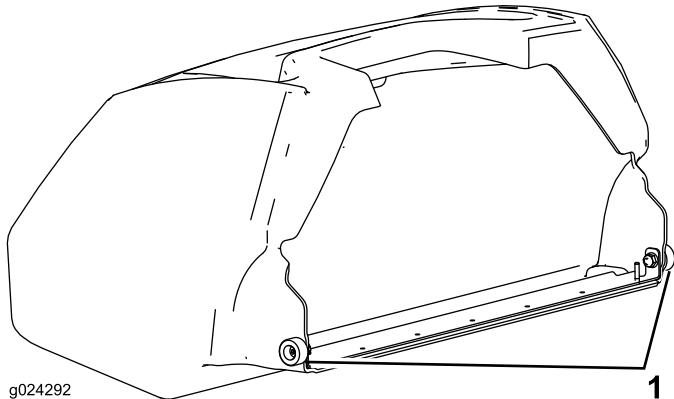

**Figure 9**
1. Saisissez le bac par la poignée (Figure 9).
2. Guidez le bord du bac entre les plaques du plateau de coupe et par dessus le rouleau avant (Figure 9).
3. Placez les crochets du bac par dessus la boucle du cadre (Figure 9).